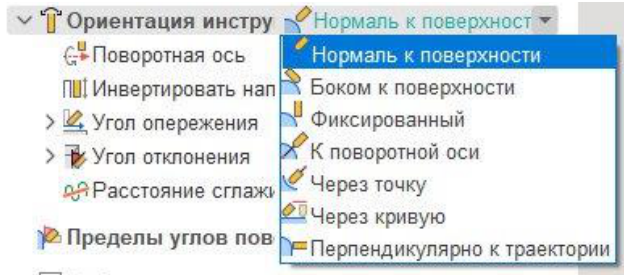

Рис. 13-4. Список способов ориентации инструмента.
В этом примере будем использовать Стратегию **Параллельно к вертикальной плоскости**. Также эта операция поддерживает 7 способов ориентации инструмента (2). Список параметров показан на рис. 13-4.